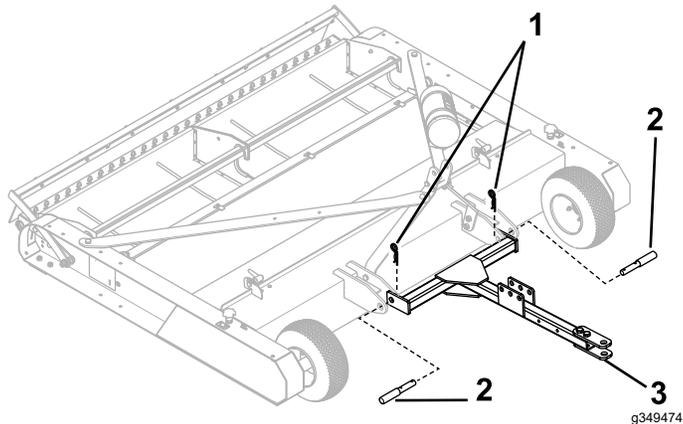

Figura 3
1. Sujete la barra de tiro al apero con 2 pasadores y 2 chavetas (Figura 3).